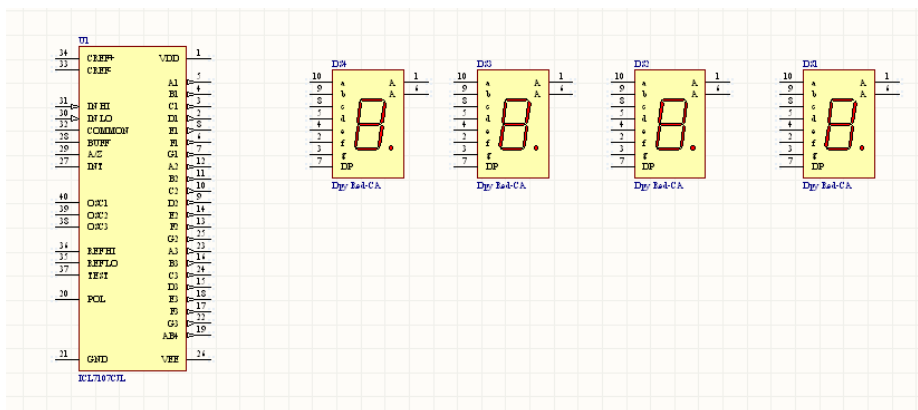

图 2.142 布置四个“Dpy Red-CA”器件后的原理图
(5) 在“Component Properties”对话框的“Properties”区域内的“Designator”编辑框中输入“DS1”，单击“OK”按钮，将器件编号为“DS1”。
(6) 在工作区原先布置“ICL7107CJL”器件的右侧连续布置四个“Dpy Red-CA”器件，系统会对布置的四个“Dpy Red-CA”器件自动进行编号，编号分别是“DS1”、“DS2”、“DS3”和“DS4”，如图 2.142 所示。